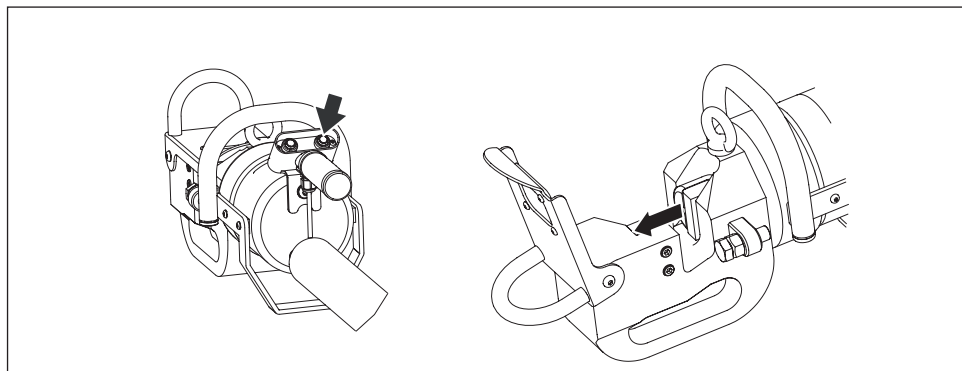

図11:操作 - 前進／切断
- advance (前進) プッシュボタンを押し続けると、ピストンが前進し、可動ブレードが前方へスライドします。図11を参照してください。